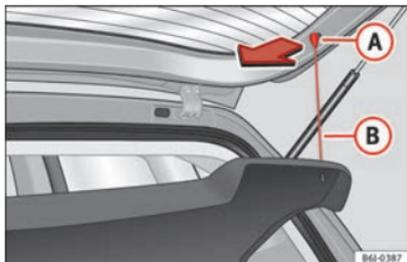

Fig. 149 Chapeleira porta-objetos.
- Desengatar os tirantes »» Fig. 149 B dos alojamentos A.